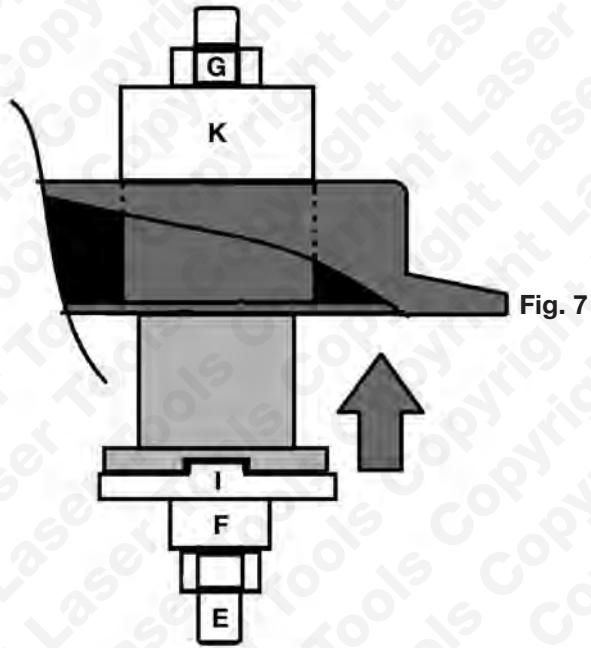

Fig. 7
- Para la inserción, coloque la herramienta como se muestra en la **Fig. 7**.